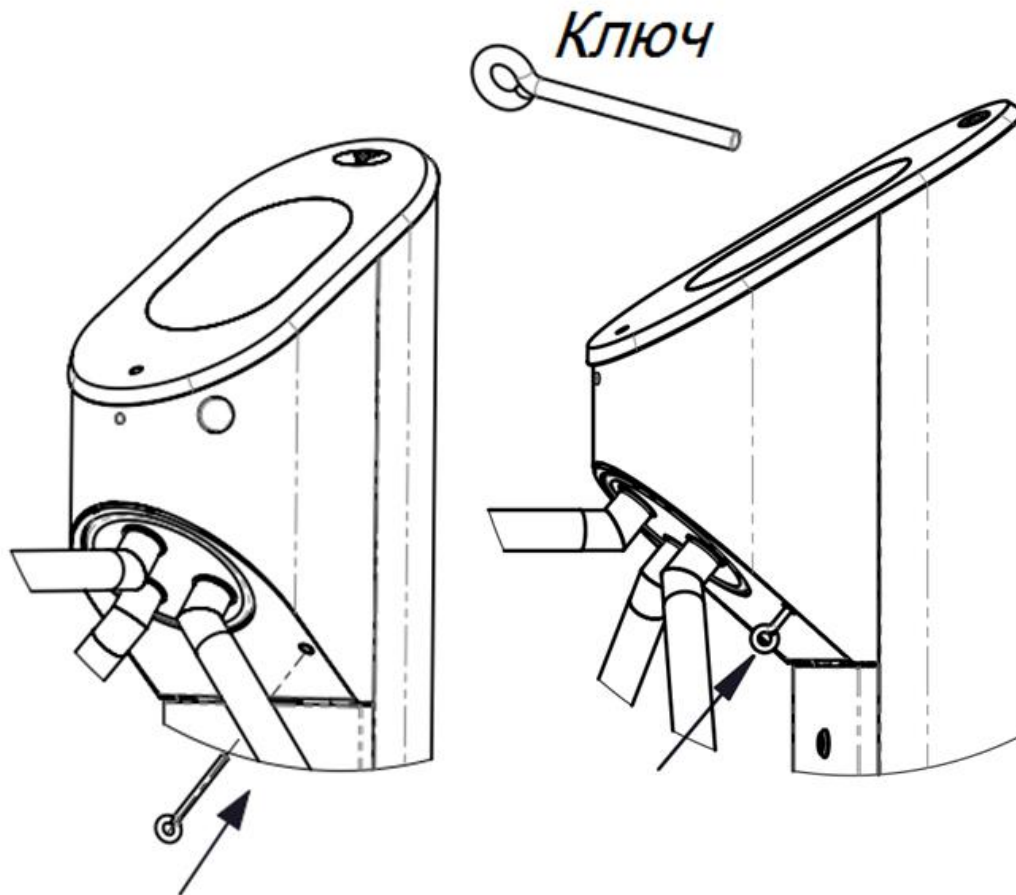

Рисунок 9 – Расположение отверстия на нижней панели для механического складывания панелей.
- 1) вставить «ключ» в отверстие, на нижней, наклонной, черной панели, с правой стороны турникета на глубину 20-30 мм (рисунок 9).
- 2) С небольшим усилием, ввести «ключ» до упора (примерно на 20 мм) (рисунок 9) .